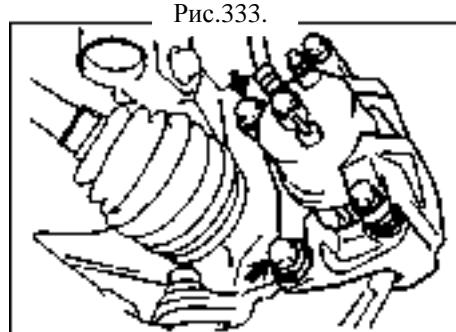

Рис.333.
- (a) Установите скобу переднего тормоза на поворотный кулак двумя болтами (Рис.333).